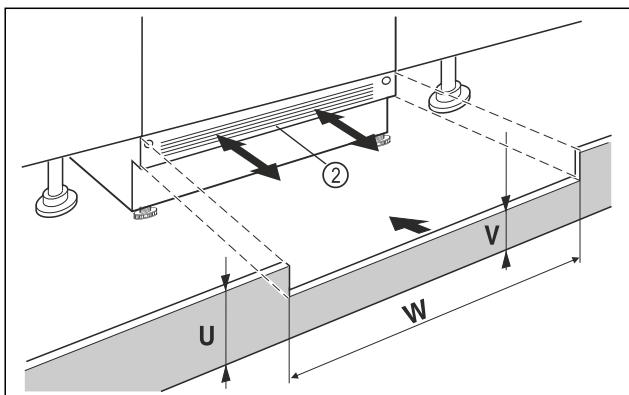

Fig. 14 Примерное изображение
- ▶ Установите цокольную панель устройства Fig. 14 (2), но еще не фиксируйте ее.
- ▶ Если цокольную панель Fig. 14 (2) видно, потяните её вперед настолько, пока передний край вентиляционной решетки не станет вровень с цокольной панелью мебели.
▶ Если цокольная панель Fig. 14 (2) скрыта, сдвиньте её назад как можно дальше.
- ▶ Вентиляционное отверстие должно быть полностью открытым: При необходимости следует подрезать цокольную панель мебели по высоте Fig. 14 (U)!
- ▶ Подгоните высоту перемычки Fig. 14 (W) по всей ширине ниши Fig. 14 (V) под цокольной панелью устройства Fig. 14 (2).